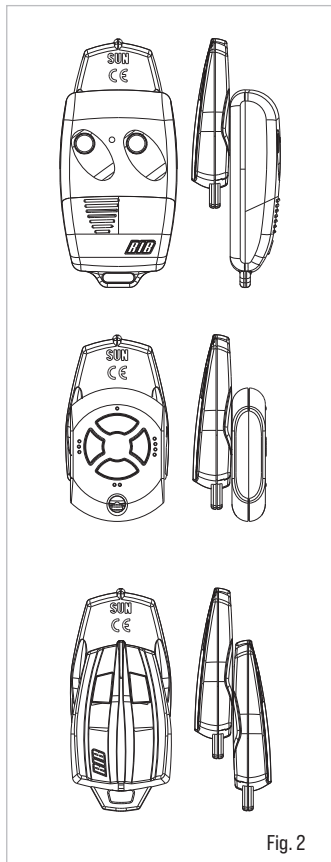

Fig. 2
3. Während der Zeit von 30 s eine der Tasten auf der Fernbedienung (z.B. Kanal A, kann auch Kanal B, C oder D sein) für die Registrierung in SUN CLONE drücken, wie beschildert in Fig. 2. N.B.: Die Klonung wie in Fig. 2 beschildert ausführen, Fernbedienung auf Fernbedienung SUN CLONE. Eine abweichende Position erlaubt keine exakt gleiche Klonung.